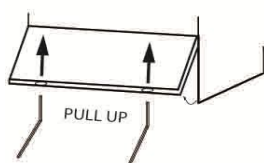

Fig.8
- 1- Extraer el panel frontal con la herramienta Allen o similares mediante la inserción dentro de los agujeros en la parte inferior del panel. Levante el panel con cuidado. Para los modelos Hoodtype, desenroscar los dos tornillos situados en la parte inferior del panel. (Fig.8)
La calibración del dosificador para ser realizado por el tornillo accesible retirando el panel frontal debajo de la puerta cuba. (Véase la Fig. 8)
La calibración del dispensador DEBE ser realizado por el tornillo accesible después de retirar el panel frontal, debajo de la puerta del depósito. (Véase la Fig. 8)